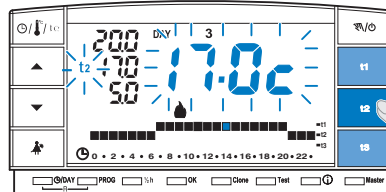

fig. 20
- Appuyer sur la touche (**t1** ou **t2** ou **t3**) correspondant au paramètre de température que vous désirez modifier: l'indice correspondant de température (**t1** ou **t2** ou **t3**) et les chiffres au centre clignoteront (les grands chiffres au centre qui clignent indiquent la température du paramètre programmée) (fig. 20).